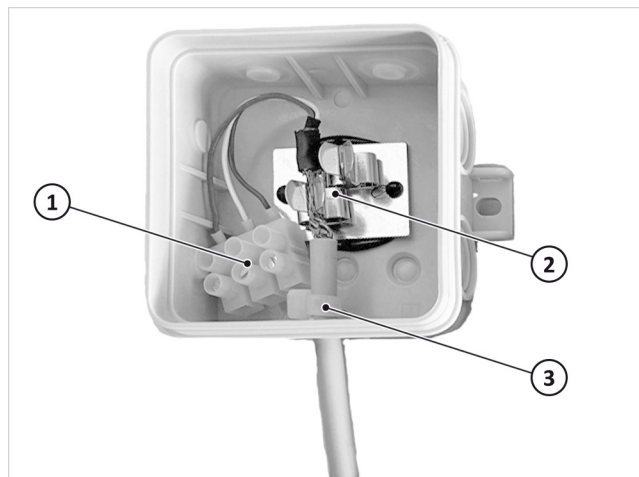

Fig. 32: fissaggio scatola di distribuzione Modbus
7. Applicare le fascette serracavi accluse per scaricare la trazione della condotta in direzione della pompa di calore come in fig. 32 (3).